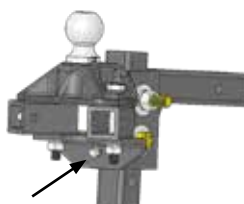

Figura 5
5. Use una llave para apretar el perno de ajuste del ángulo hasta que el remache espaciador esté firmemente contra el vástago. (Figura 5)